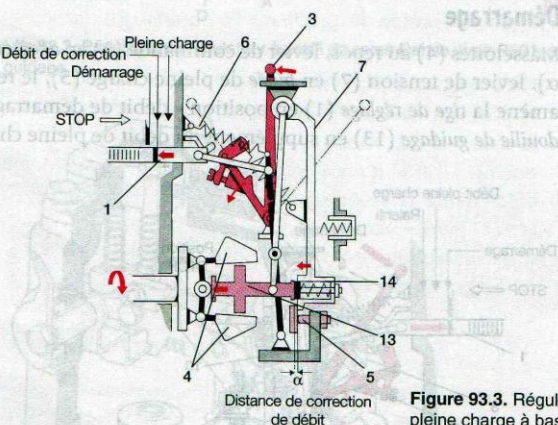

Figure 93.3. Régulateur Bosch RSV, pleine charge à bas régime
Levier de commande (3) en position accélération maximale (angle  $\alpha$ , fig. 93.3), levier de tension (7) en appui sur la *butée* de pleine charge (5).
La douille de guidage (13) est en appui sur la butée de correction de débit (14), sans pouvoir comprimer le ressort (14) (force centrifuge faible). La position de la tige de réglage (1) est donc optimisée (course de correction « a », fig. 93.3) afin d'obtenir un débit injecté supérieur au débit de pleine charge (fiche 91).